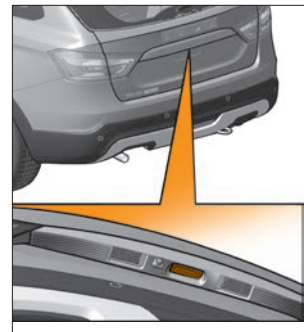

Рис. 14. Выключатель открывания замка багажника
*В вариантном исполнении* автомобиля LADA Vesta (кузов «SW» и кузов «SW Cross») для открывания двери багажного отделения снаружи предусмотрен выключатель открывания замка багажника (рис. 14). Открывание двери багажника от выключателя в накладке также доступно и в кузове «SE».